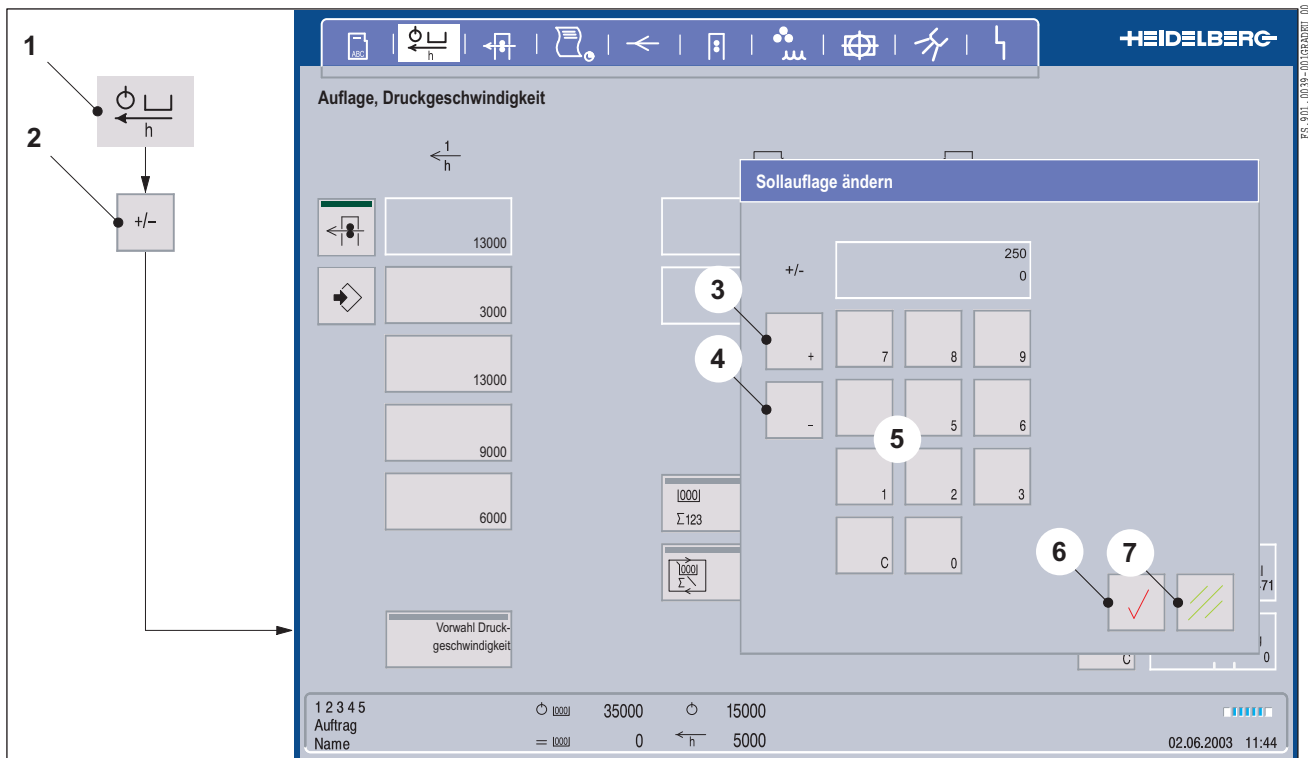

Abb. 3 Fenster Auflage/Sollauflage ändern
1. Um die Sollauflage zu erhöhen oder zu verringern, drücken Sie die *+/-* Taste (Abb. 3/2). Das Fenster **Auflage/Sollauflage ändern** erscheint.
2. Sollauflage erhöhen: Drücken Sie die *+*-Taste (Abb. 3/3) und geben über die Zifferntastatur (Abb. 3/5) den Wert ein, um den Sie die Sollauflage erhöhen möchten.
Sollauflage verringern: Drücken Sie die --Taste (Abb. 3/4) und geben über die Zifferntastatur (Abb. 3/5) den Wert ein, um den die Sollauflage verringert werden soll.
Wenn Sie die Taste *Sollauflage* (Abb. 3/2) drücken und die Sollauflage verändern, werden der Auflagenzähler und der Makulaturzähler **nicht** auf 0 zurückgesetzt.